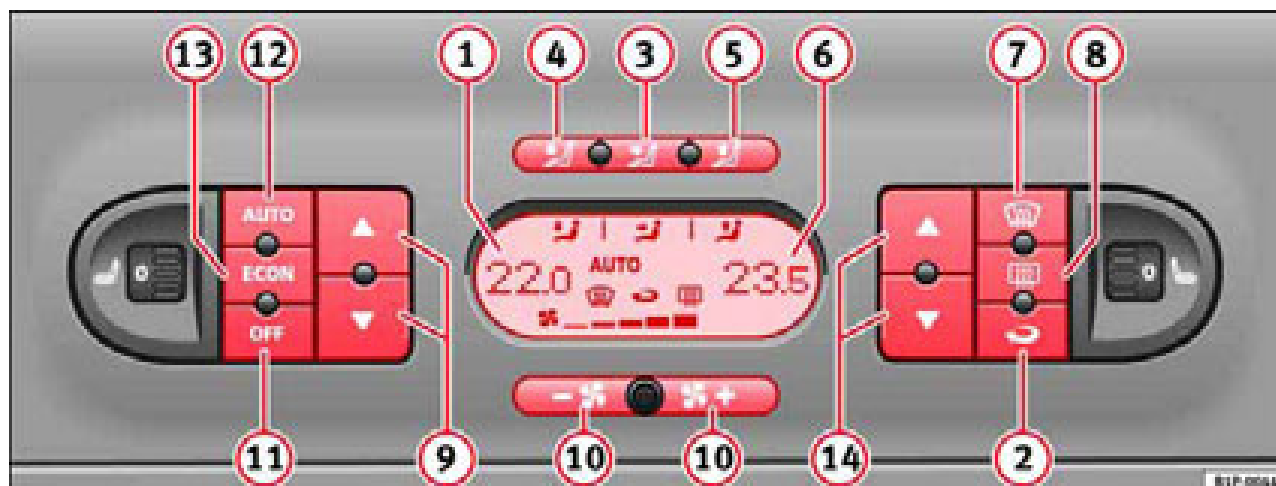

Fig. 108 Mandos del 2C-Climatronic en el tablero de instrumentos
- Pulse las teclas de regulación de temperatura ⇒ página 150, fig. 108 **9** ó **14** para ajustar la temperatura del lado izquierdo y derecho respectivamente.
- Pulse la tecla  ⇒ **página 150, fig. 108.** Aparece “AUTO” en el display.